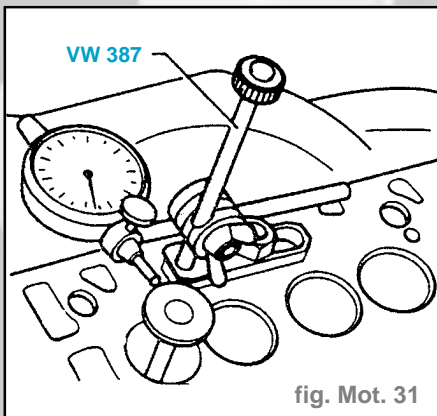

fig. Mot. 31
- Mesurer le jeu de basculement (fig. Mot. 31).